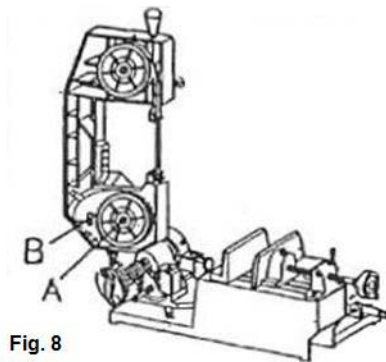

Fig. 8
1. Afluixi el cargol (A en fig.8) amb una clau hexagonal de 8 mm.
2. Tregui la roda B de la fig. 8 i lubriqui els rodaments de politja amb un greix resistent a les altes temperatures